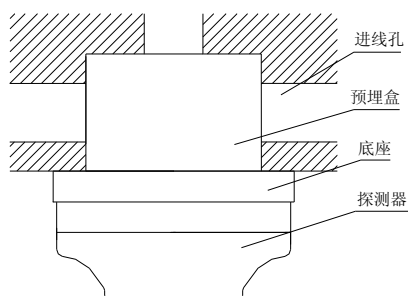

图 3 安装示意图
2. 可将探测器安装在 86H50 型预埋盒上。安装示意图如图 3 所示。